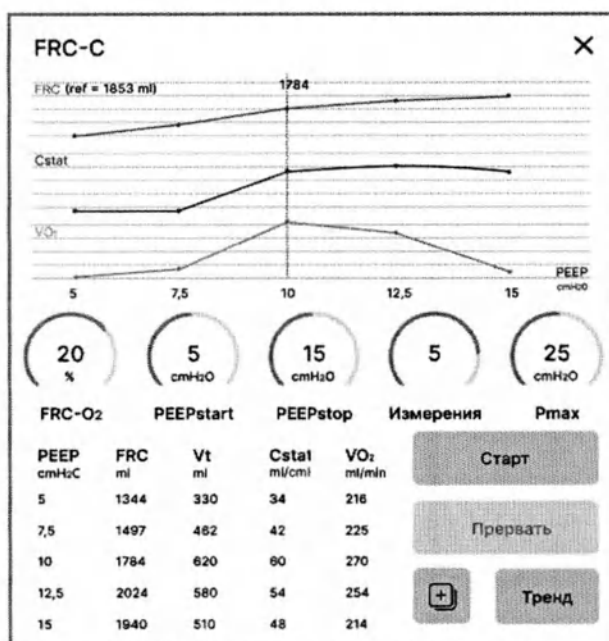

Рисунок 9.21 – Окно процедуры «FRC-C» (результаты измерения)
- Для каждого измерения аппарат рассчитывает значения и отображает в окне управления процедурой (см. рисунок 9.21) следующие графики в зависимости от уровня PEEP: